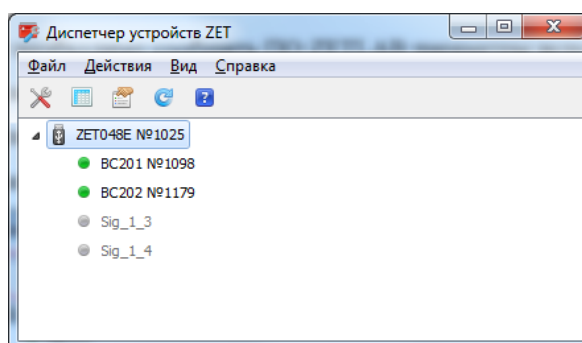

Рисунок 17
- после настройки и отключения недействующих каналов окно программы «Диспетчер устройств ZET» примет вид аналогичный приведенному на примере (Рисунок 17);